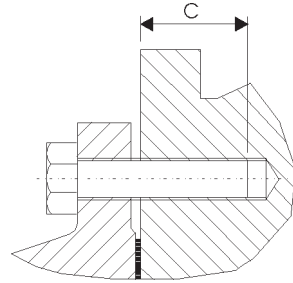

Figura 3
- Per installare il contatore nella tubatura, utilizzare viti 8.8 secondo DIN 931. La lunghezza delle viti va scelta in modo da garantire una profondità di avvitamento nel contatore di C mm (Tabella 2 e Figura 3). La coppia di avvitamento max. è pari a 110 Nm.